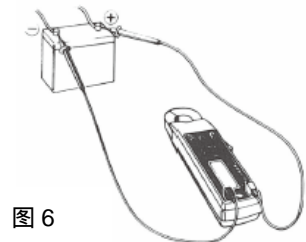

图 6
(3) 测量时, 将测量导线探棒接触电路, 显示屏显示被测直流电压值, 若得到负 (-) 读数, 电路中存在负极电压, 如图 6 所示红色测量导线接触电路。